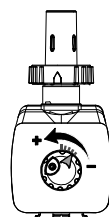
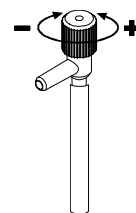

図 20: ポンプ流量レギュレーター
図 21: エアバルブ
1. スキマーを希望の位置に設置し、ポンプ流量レギュレーターを最小（図 20）【注：図の一の位置】に設定し、エアバルブを最大（図 21）に設定します。